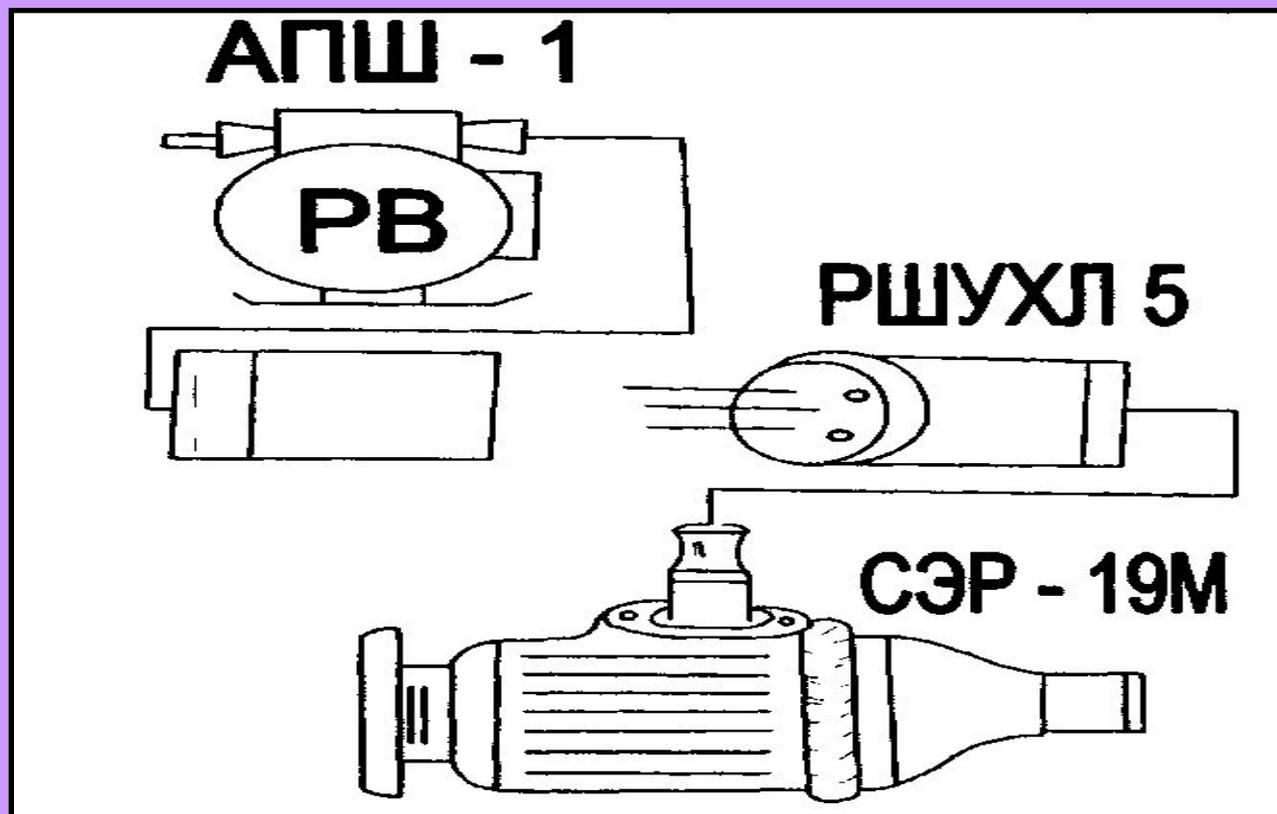

Рис. 1. Работы по монтажу шахтного пускового агрегата
Шахтный пусковой агрегат АП-4; АПШ-1 (рис. 1) предназначен для управления двумя ручными электросверлами, их защиты и питания, а также может применяться для питания сетей освещения.
2. Работы по монтажу агрегата предусматривают (рис. 1):